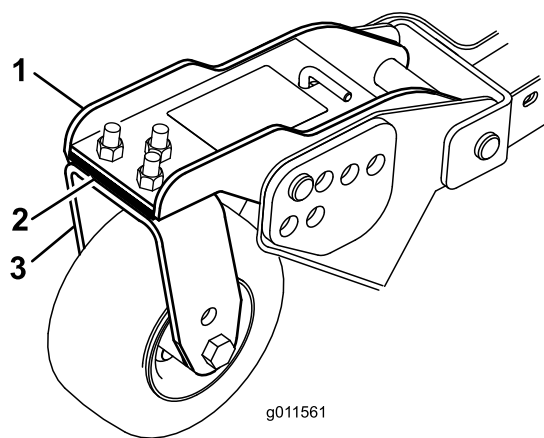

Bild 29
3. Stellen Sie die Beilagscheiben (3 mm) an den vorderen Laufradgabeln auf die entsprechende Schnitthöhe auf dem Aufkleber ein (Bild 29).